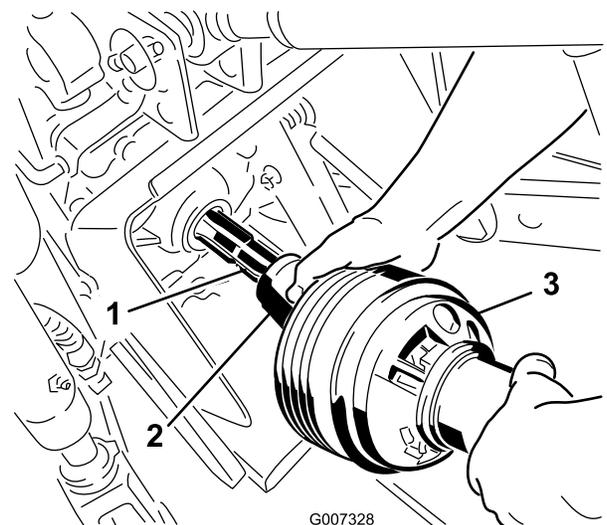

図 18
3. PTO シャフトをトラクタの PTO シャフトに接続する (図 18)。